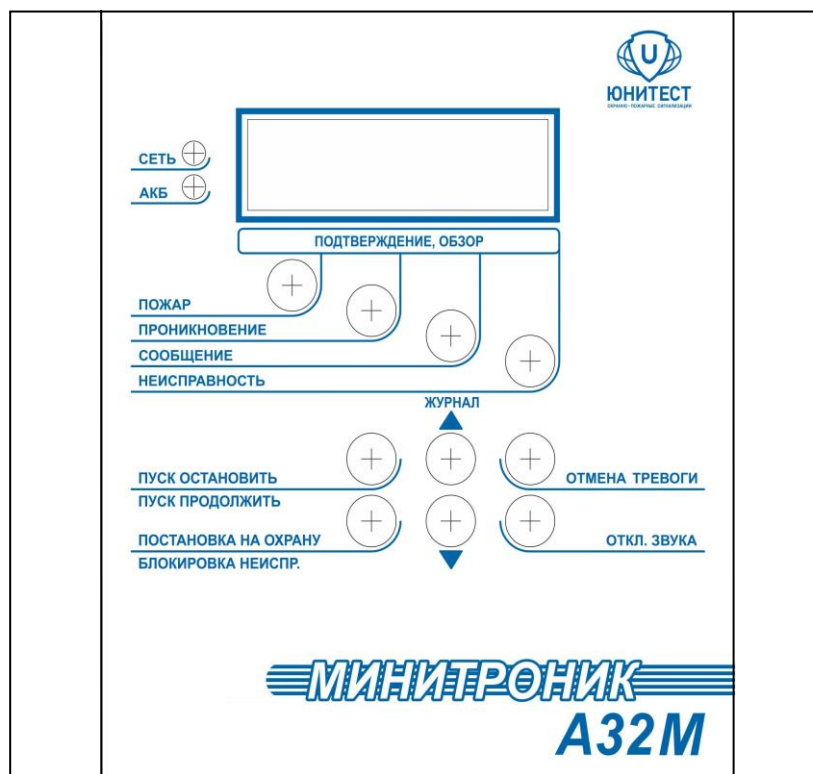

Рис.1. Внешний вид АПКП «Минитроник А32М».
1.10. Внешний вид АПКП показан на рис.1. ВПУ в точности повторяет лицевую панель АПКП.